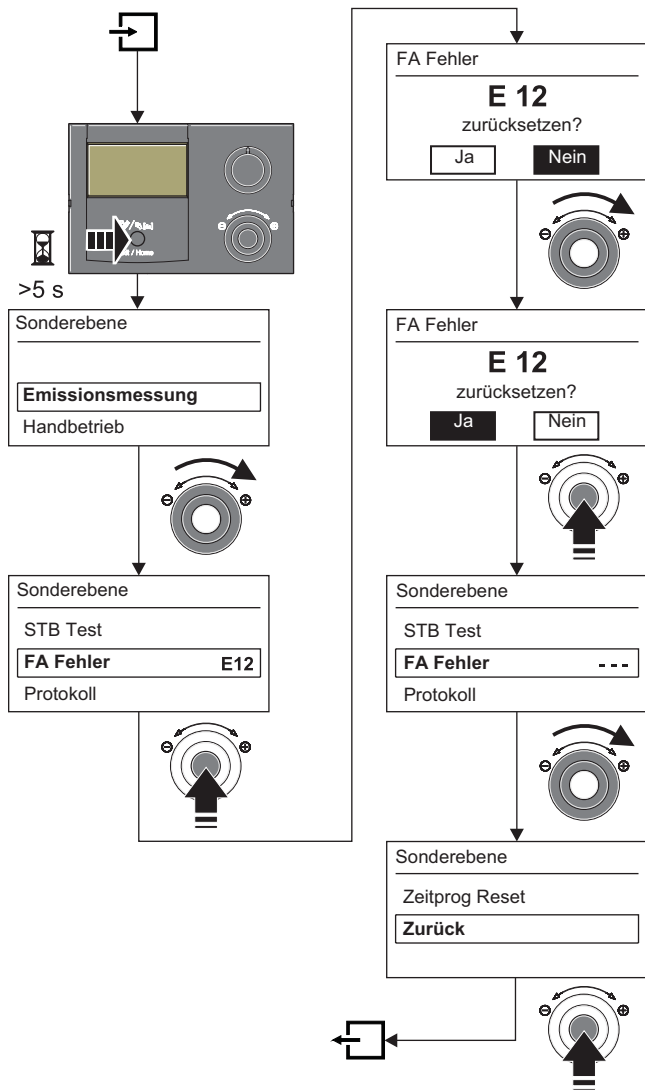

Bild 8-3 Fehler löschen
2. Exit-Taste (Bild 8-3) mindestens 5 s drücken.